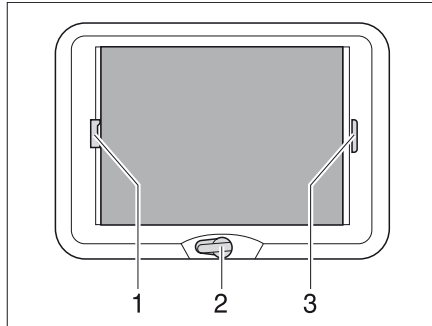

Bild 95 Vevmanövrerad taklucka
- Vrid på handveven (Bild 95,2) tills ett motstånd känns (max öppningsvinkel 70°).
- Drag i plisségardinens handtag (Bild 95,3) och släpp i önskad position. Plisségardinen stannar i denna position.
- Drag, med handtaget (Bild 95,1), insektsskyddet till plisségardinens handtag (Bild 95,3) på den motsatta sidan, där det hakas i.
- Tryck insektsskyddets handtag (Bild 95,1) bakåt, uppåt och haka av insektsskyddet från plisségardinen (Bild 95,3).